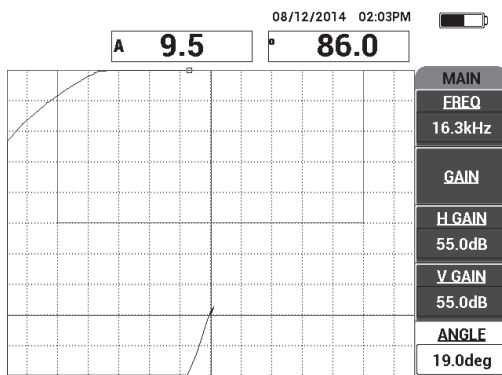

Figura 6-66 Ajustar o ângulo para mover o ponto para cima
2. Suspenda a sonda e, em seguida, pressione a tecla de menu **MAIN** () e ajuste o **ANGLE [ÂNGULO]** (tecla E) para que o ponto se mova para cima na visualização XY (veja Figura 6-66 na página 180).